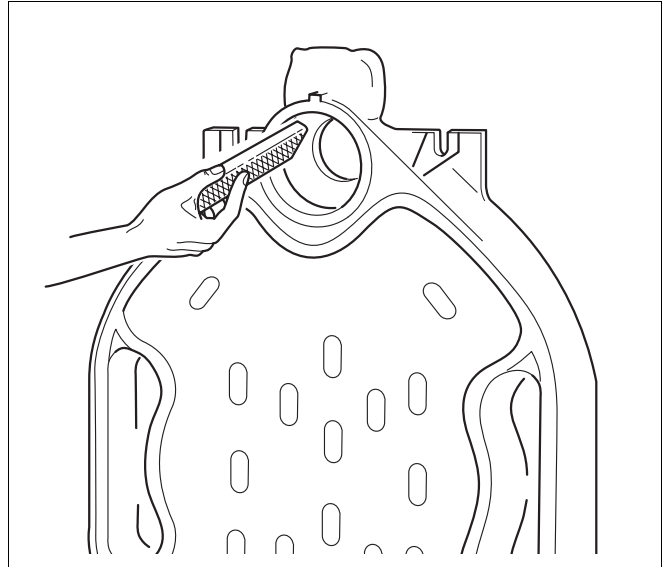

Рис. 7 Удаление заусенцев
- Если есть заусенцы на ступицах, то их надо зачистить напильником (рис. 7).